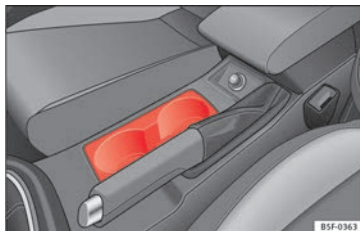

Fig. 156 Console centrale : porte-gobelets avant.
– Placez les boissons sur le support » fig. 156. Il peut accueillir deux boissons.